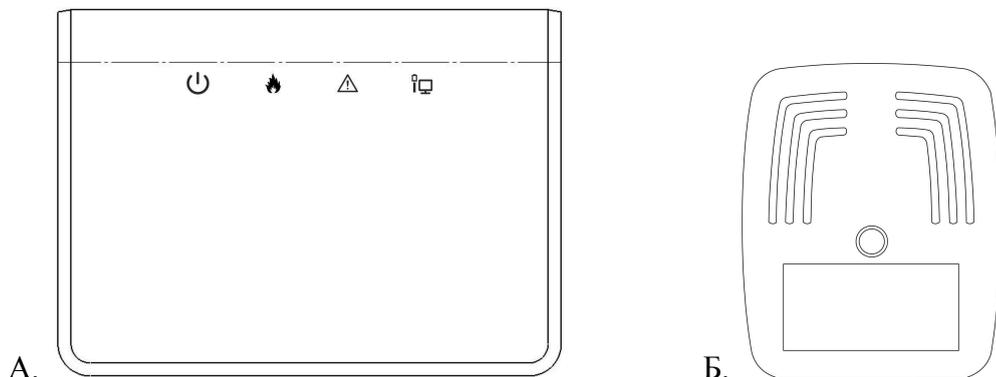
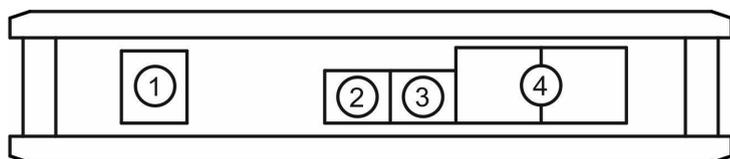

Рис. 1 Общий вид газосигнализатора:
Рис. 2. Газосигнализатор СГХ (-Р). Разъёмы для подключения:
1.5.1 Газосигнализатор состоит из электронной платы с газочувствительным сенсором. Электронная плата располагается в пластиковом корпусе прямоугольной формы с закруглёнными краями. Внешний вид газосигнализаторов отображены на рис. 1, а разъёмы подключения исполнительных устройств на рис. 2 и 3.
1.6.2.5 При получении сигнала на разъём «Вход» (рис. 1 приложения А) срабатывает непрерывной звуковой сигнализации, загорится жёлтый индикатор «Неисправность Δ», подаётся импульс на закрытие клапана. При восстановлении параметров, газосигнализатор вернётся в нормальный режим работы.
1.6.3.5 При получении сигнала на разъём «Вход» (рис. 1 приложения А) погаснет зелёный индикатор «Питание  $\cup$ », работает непрерывной звуковой сигнализации, загорится жёлтый индикатор «Неисправность  $\triangle$ », подаётся импульс на закрытие клапана. При восстановлении работоспособности газосигнализатор вернётся в нормальный режим работы.